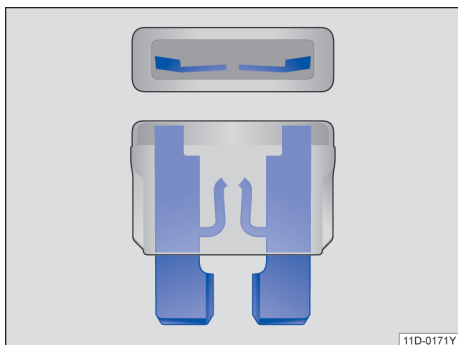

图 147 烧断的保险丝：扁平插入式保险丝
- 烧断的扁平插入式保险丝 (ATO®、MINI®、MAXI+®) 可从上面和侧面透过透明外壳通过熔断的金属条来识别 → 图 147。